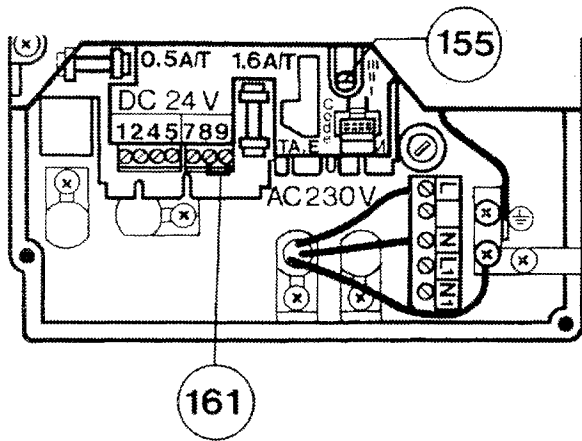

Bild 14
- Anschlußkabel an den Klemmen L, N und \oplus anschließen (Bild 14)
Die Geräte werden mit Schalterstellung II ausgeliefert, (Bild 14). Die Pumpenschaltart kann mit dem Schalter 155, Bild 14, gewählt werden.